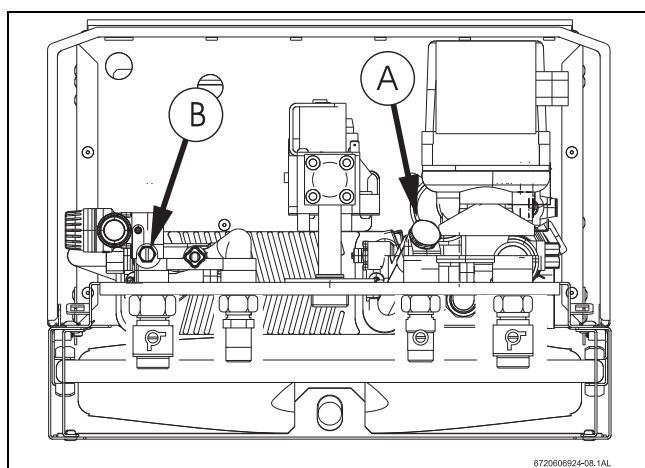

Fig. 30
- Dévisser le couvercle (Fig. 30 , Pos. A).
- ▶ Dévisser la vis de vidange (Fig. 30 , Pos. B).